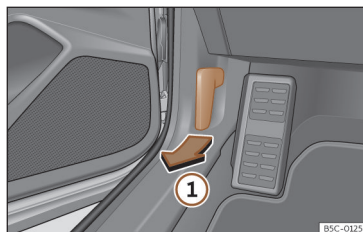

Fig. 226 Alavanca de desbloqueio no espaço para a zona dos pés do condutor.
• Abra a porta e puxe pelo manípulo que existe debaixo do painel de instrumentos >>> **Fig. 226 ①**.